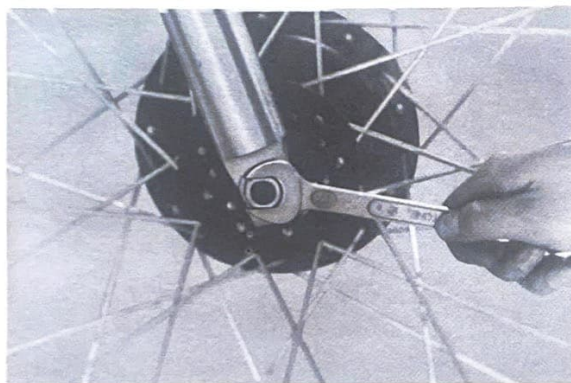

Fig. 15
8. Tighten the wheel shaft with specified torque. (Fig. 15)
8. Serrer la broche de roue au couple spécifié. (Fig. 15)